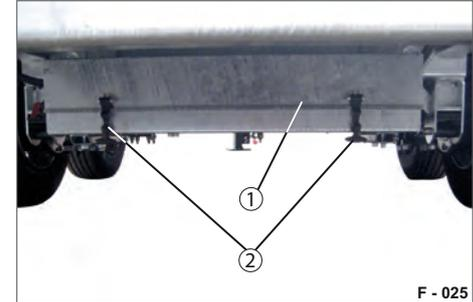

Abb. 29 Elektro-Hydraulik-Aggregat, geschlossen
- ▶ Verschlüsse (Abb. 29/2) öffnen.
- ▶ Abdeckung (Abb. 29/1) nach oben klappen.